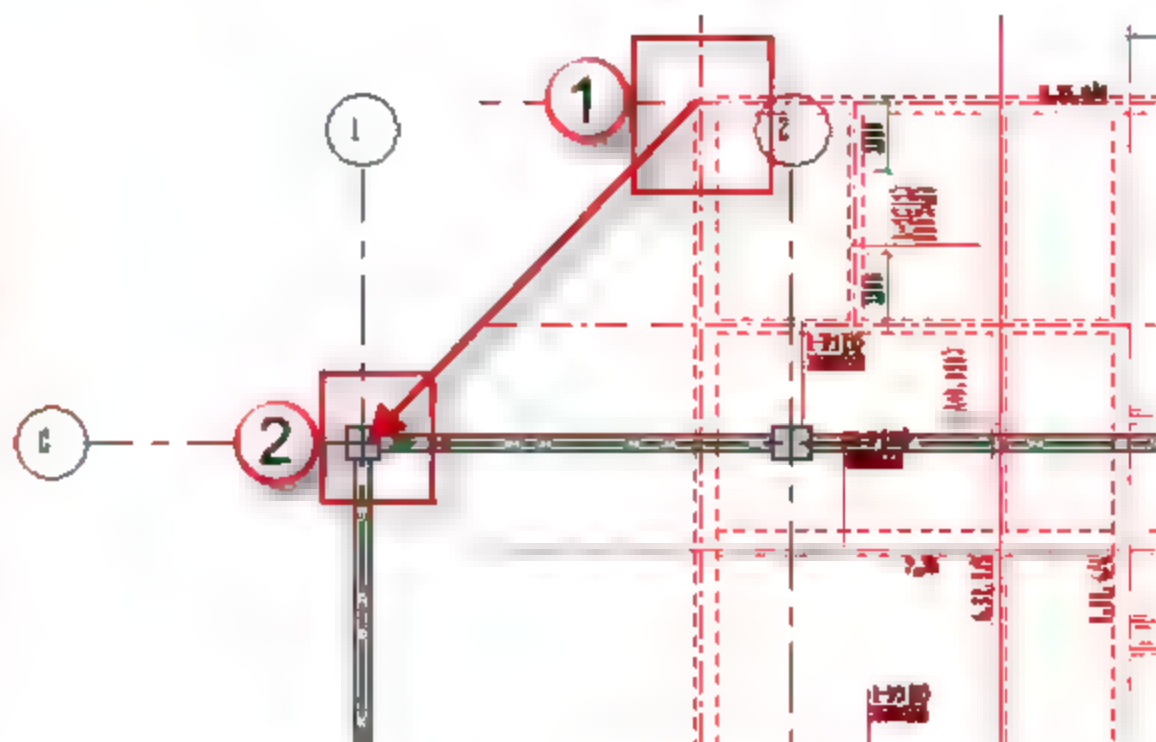
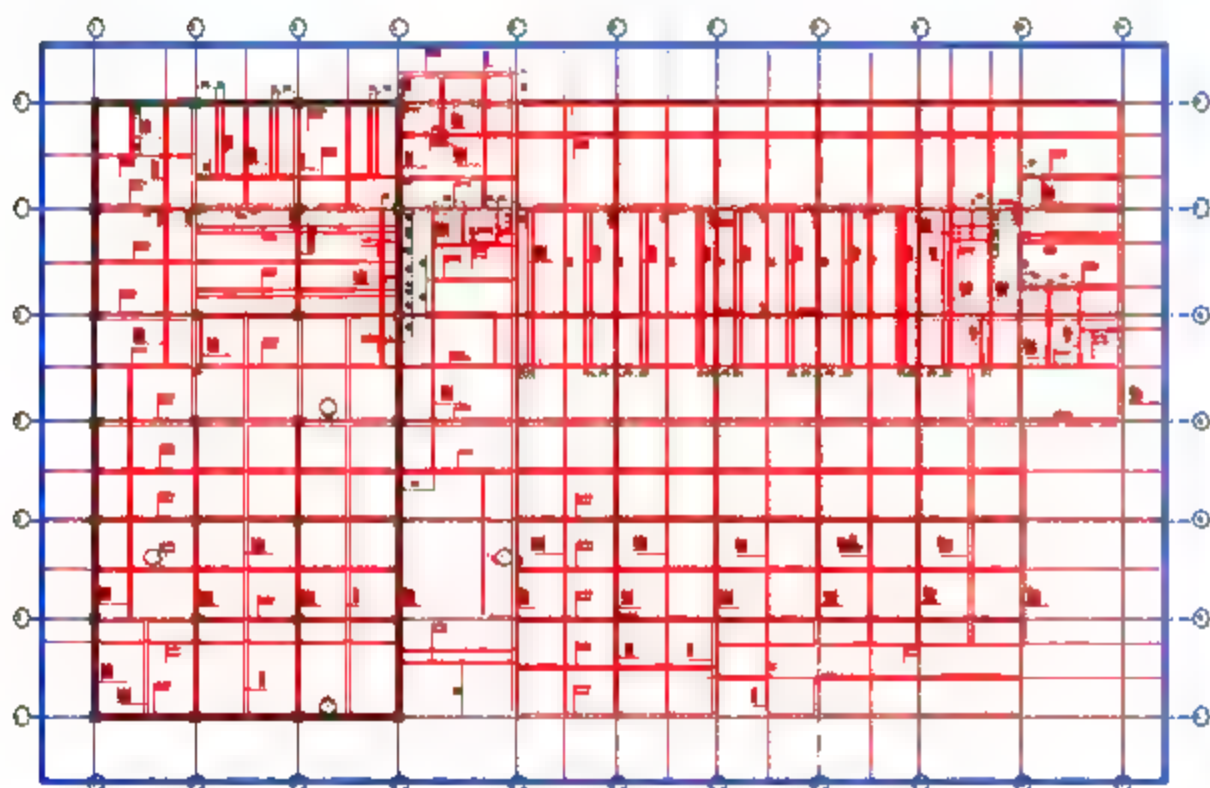

图 3.2.16 基础梁定位
图 3.2.17 对齐图形
(3) 梁定位。选择导入的 CAD 底图, 按快捷键 M+V 命令, 将 CAD 基础梁从图 3.2.16 所示的 1 处移到 2 处, 对齐图形后如图 3.2.17 所示。